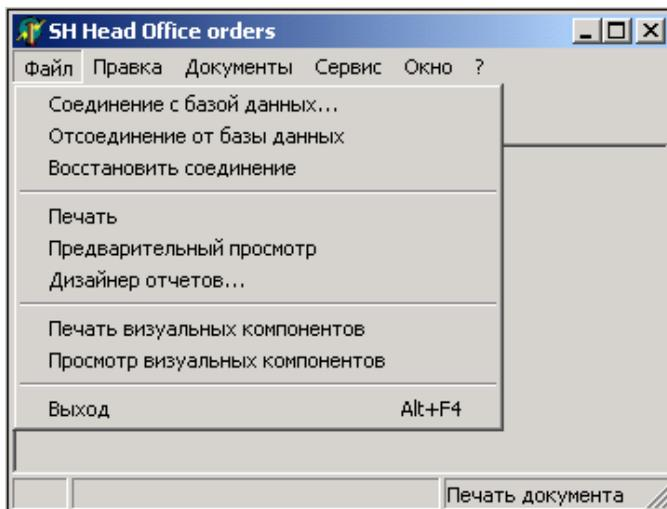

Рис. 254
*Соединение с сервером...* – эта команда выводит на экран окно *Соединение с сервером* (см. Рис. 254). В случае многопользовательского режима работы, для продолжения работы с приложением Store House Head Office Orders в этом окне может зарегистрироваться другой пользователь, не закрывая программу.
Для этого, из списка в поле *Имя пользователя* (см. Рис. 254), необходимо выбрать свое *Имя пользователя*, в поле *Пароль* ввести пароль и нажать кнопку